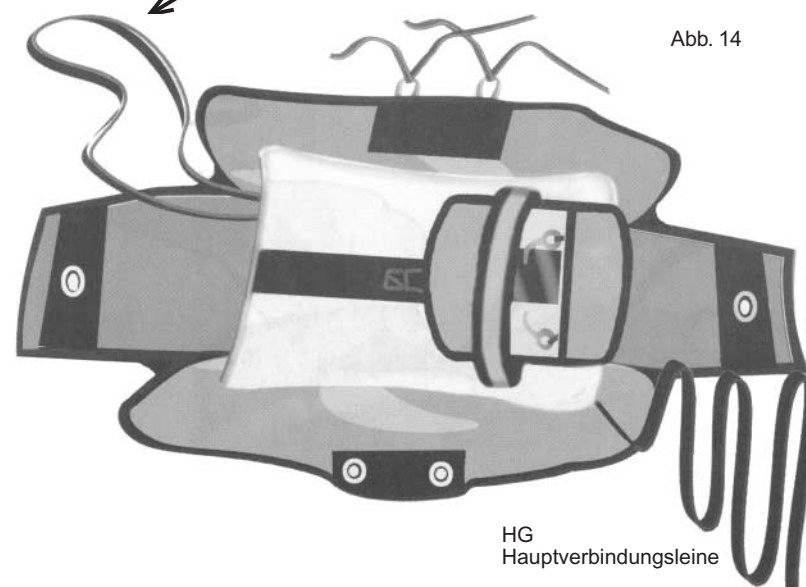

Abb. 14
10. Die **Hauptverbindungsleine** wird mittels des angenähten Flauschstreifens auf dem Klettstreifen, der sich auf dem Außencontainerboden befindet fixiert. Der Innencontainer wird anschließend gemäß Abb. 14 auf den Außencontainerboden gelegt. Durch die Packschlaufen am Außencontainer wird je eine ca. 40cm. lange Packschnur geführt. Mit Hilfe dieser Schnüre wird der Außencontainer verschlossen und je Öse mit einem Verschlusssplint gesichert. (Abb. 14/15/16/17)
*The bridle is fixed onto the outer container, using the velcro attached to the bridle and the velcro on the base of the outer container. The inner container is laid onto the outer container as shown in figure 14. Thread a piece of draw cord (approximately 40cm in length) through the release pin loop on the outer container. With the help of these draw cords close the outer container and secure each eyelet with a release pin. (Figures 14/15 / 16 / 17)*